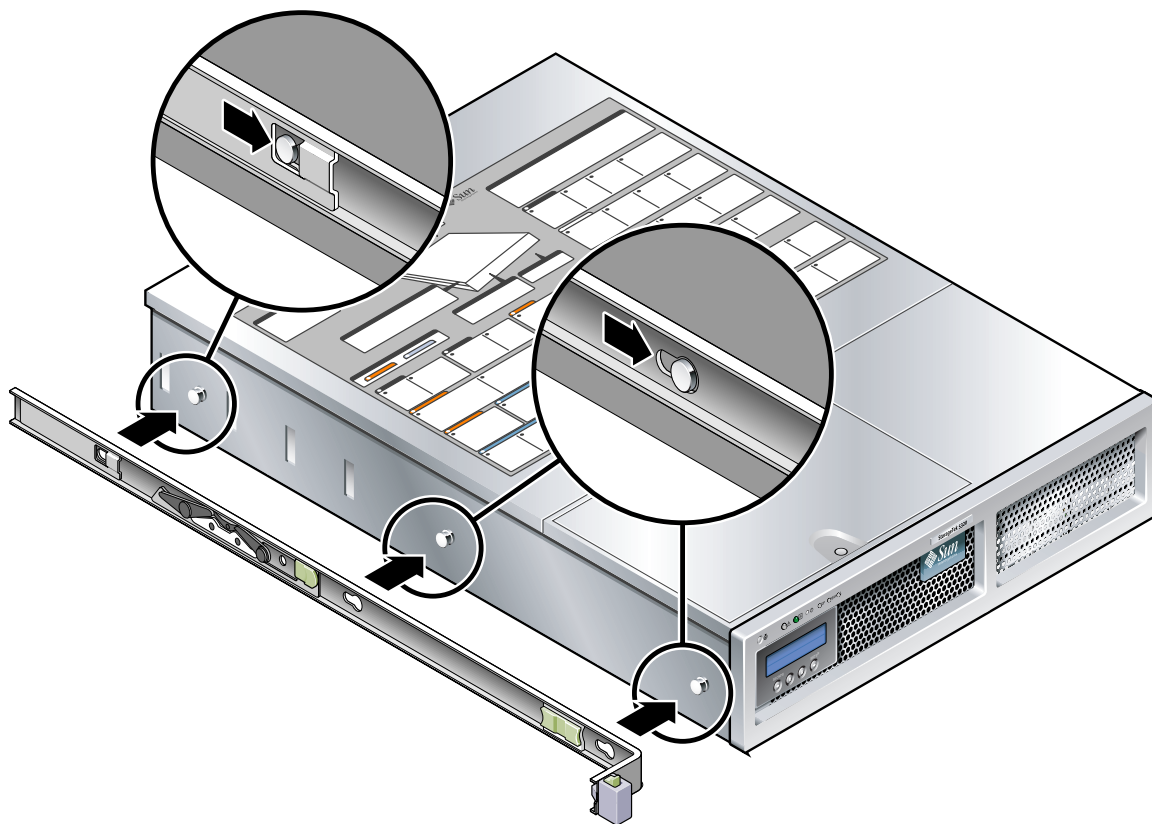

FIGURE 2-17 Fixation d'un support de montage au châssis
- a. Placez le support de montage contre le châssis du serveur (FIGURE 2-17) de sorte que le verrou du rail coulissant soit à l'avant et que les trois ouvertures allongées du support de montage soient alignées sur les trois taquets de repère sur le côté du châssis.
- c. Vérifiez que les trois taquets de repère sont bien dans les trois ouvertures allongées et que le taquet de repère arrière a enclenché le verrou du support de montage, comme illustré sur la droite de la FIGURE 2-17.